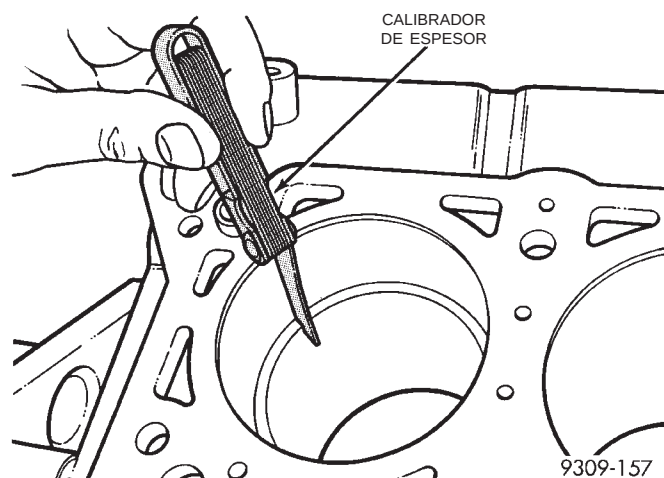

Fig. 4 Luz entre puntas del aro de pistón
(1) Limpie el hueco del cilindro. Inserte el aro y empuje hacia abajo con el pistón para asegurar que quede a escuadra en el hueco. La medición de luz entre puntas de aro se debe efectuar con el aro emplazado, por lo menos, a 12 mm (0,50 pulg.) del fondo del hueco del cilindro. Verifique la luz con el calibrador de espesor (Fig. 4). Para informarse, consulte el cuadro de especificaciones de aros de pistón.